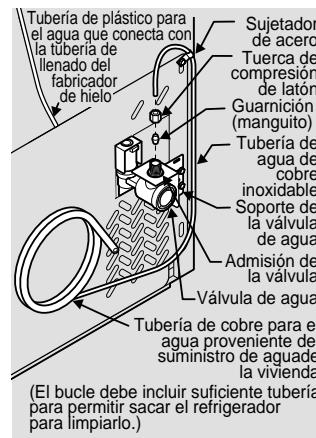
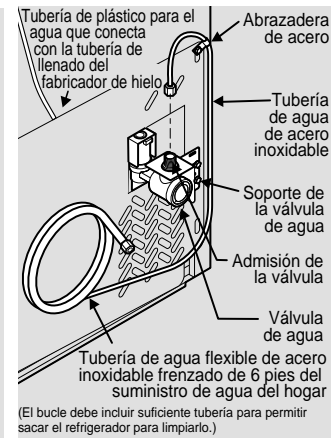

Figura 1
Figura 2
4. Si utiliza tuberías de cobre, deslice la tuerca de compresión de latón y la guarnición (manguito) en la tubería de suministro de agua. Inserte la tubería de agua en la admisión de la válvula de agua tan adentro como sea posible (1/4" / 6,4 mm). Inserte la guarnición (manguito) en la admisión de la válvula y apriete a mano la tuerca de compresión en la válvula. Apriete media vuelta adicional con una llave. NO apriete demasiado. Vea la figura 1. Si utiliza tubo de acero inoxidable flexible trenzado, la tuerca y la férula ya están colocadas en la tubería. Deslice la tuerca de compresión sobre la admisión de la válvula y apriétela a mano. Apriete media vuelta adicional con una llave. NO apriete demasiado. Vea la figura 2.